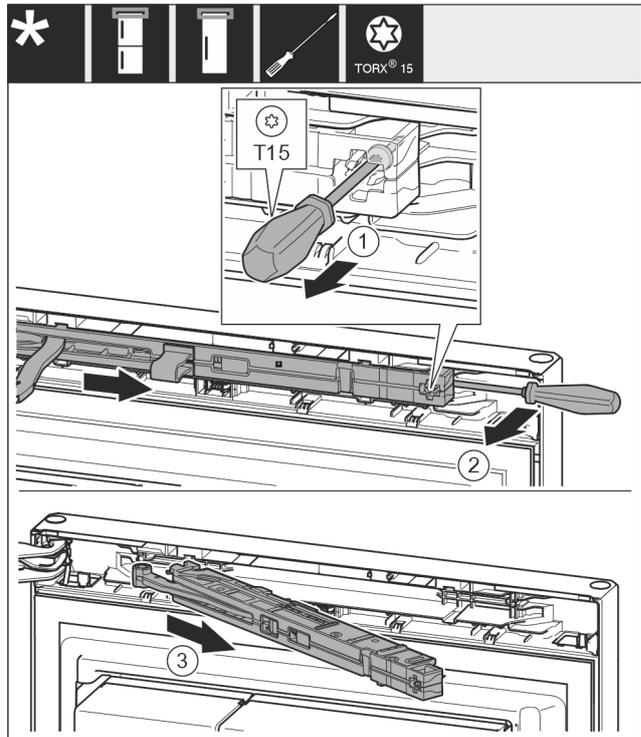

Fig. 9
- Schraube an Schließdämpfereinheit mit Schraubendreher T15 ca. 14 mm lösen. Fig. 9 (1)
- Mit einem Schraubendreher griffseitig hinter die Schließdämpfereinheit fahren und Einheit nach vorne drehen. Fig. 9 (2)
- Schließdämpfereinheit herausziehen. Fig. 9 (3)